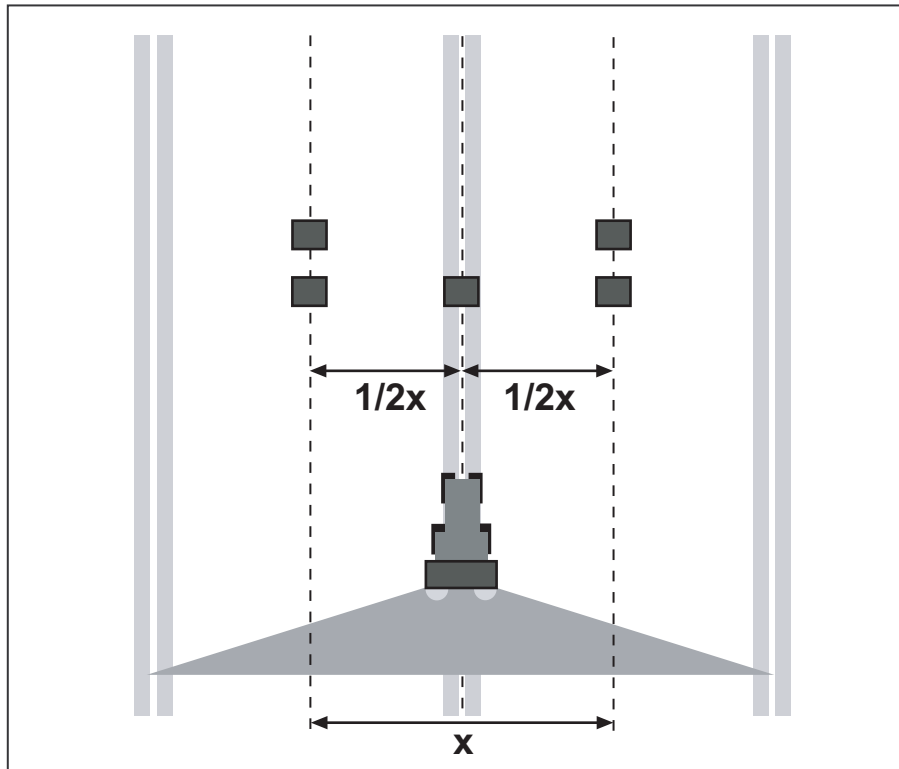

Bild 8.26: Uppställning för en passering
- Placera två uppsamlingsskålar på vardera sidan av körbanan på ett avstånd av **1 m** efter varandra i överlappningszonerna (mellan körbanorna) och en uppsamlingsskål i körbanan (enligt bild 8.26).